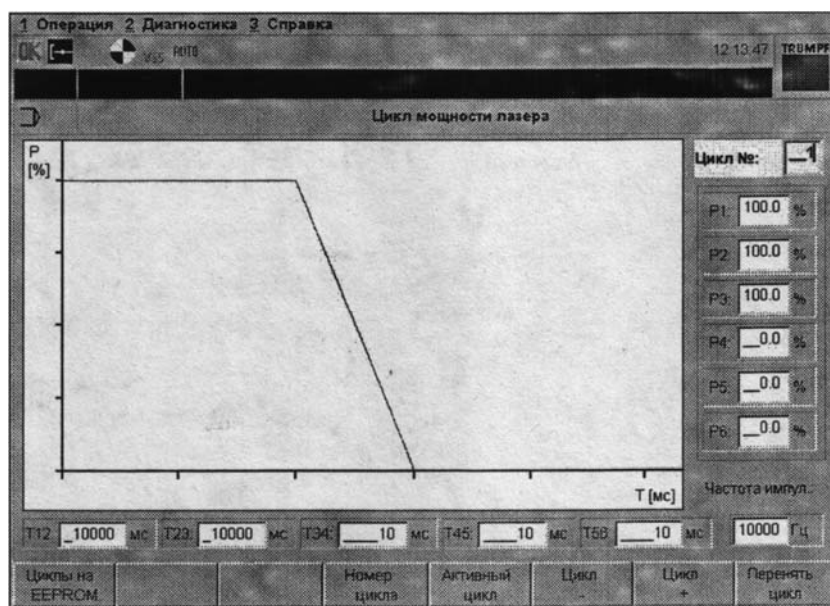

Рисунок 5.7 – Отображение цикла мощности лазера с заданными параметрами
**5.1.6 Циклы мощности лазера.** Система управления мощностью лазера может обращаться к сохраненным в системе управления циклам мощности. При этом мощность лазера управляется в зависимости от определенных интервалов времени. Отдельный цикл мощности лазера выбирается в технологической таблице лазерной обработки с помощью параметра «Номер ступенчатого цикла». В системе управления может быть создано и сохранено до 99 циклов. При этом цикл может быть построен на основании не более шести опорных точек (рисунок 5.7).